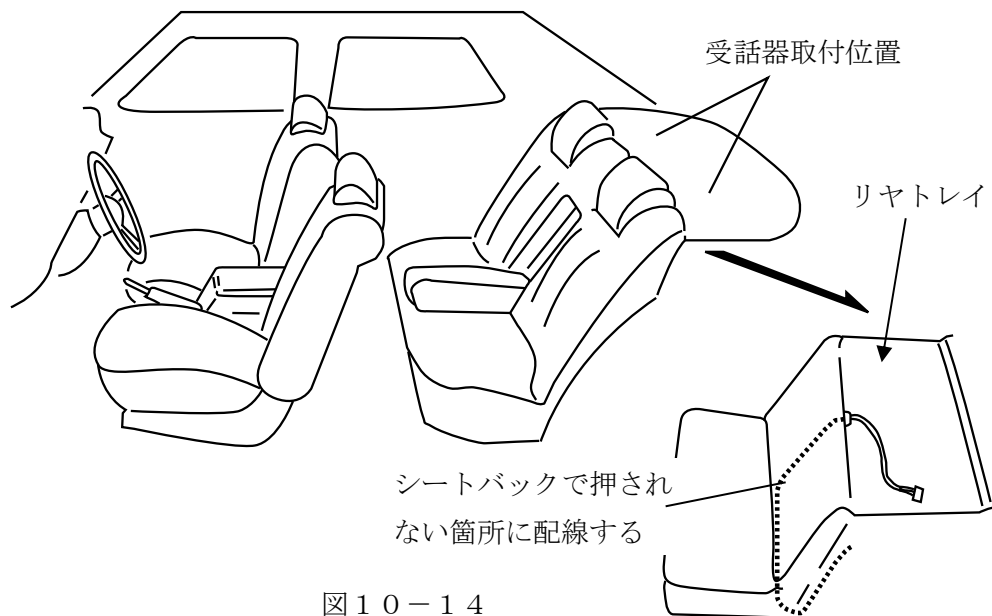

図10-14
(6) リヤトレイ上に受話器を設置する場合の処理 (図10-14)
- ① リヤトレイ上の受話器取付位置は、右または左の空きスペースでケーブルを内側にして、横向きに取り付ける。従って電話ケーブルの先端は、リヤトレイとシートバック間の中央付近より引き出す。
- ② ケーブルの長さは500mm~600mmとする。
- ③ シートバック裏のケーブルは押されない箇所を選んで配線する。